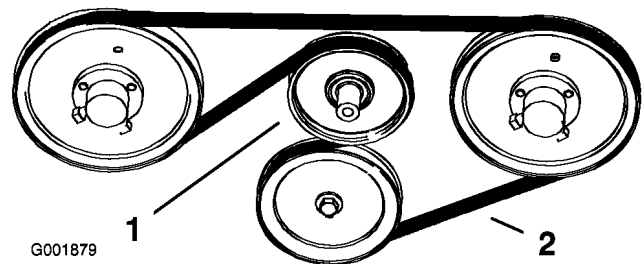

Figura 66
2. Tire hacia abajo de la polea tensora tensada con muelle, y retire la correa de tracción de las poleas del motor y de la bomba hidráulica (Figura 66). Retire la correa entre las poleas.
3. Instale la correa nueva alrededor de las poleas del motor y de la bomba hidráulica (Figura 66).
4. Tire hacia abajo de la polea tensora tensada con muelle y alinéela debajo de la correa de tracción. Libere la presión en la polea tensora tensada con muelle (Figura 66).